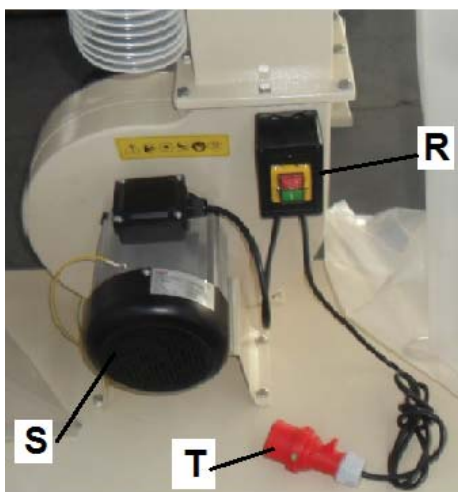

Рис. 13
- Запуск та зупинка пристрою виконується магнітним перемикачем (R). Штепсельна вилка установки позначена буквою (T). Рис. 13